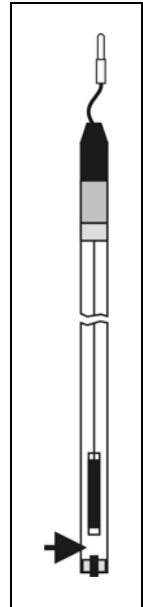

Рис.1
4.5 Перед установкой электрода в блок электродной системы анализатора следует убедиться в отсутствии воздушного пузыря между потенциалообразующим полуэлементом и резиновой пробкой с фитилем (см. рис.1). В случае наличия пузыря воздух в указанном месте электрод следует встряхнуть, как медицинский термометр.